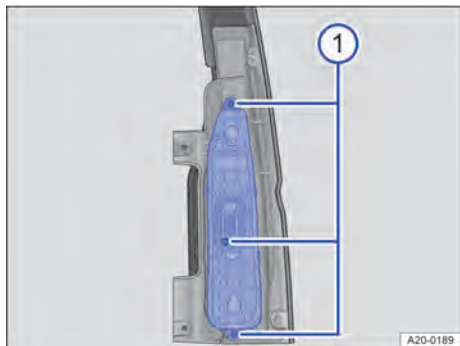

Fig. 187 Sur le bloc de feux arrière : retrait du porte-ampoule
2. Dévissez les vis de fixation à l'aide du tournevis → fig. 187 ①. Utilisez une lame de rechange adaptée si nécessaire.
3. Retirez le porte-ampoule → fig. 187.
1. Mettez en place avec précaution le porte-ampoules dans le bloc de feux arrière → fig. 187.
2. Vissez fermement le porte-ampoules à l'aide des vis de fixation sur le bloc de feux arrière → fig. 187 ①.